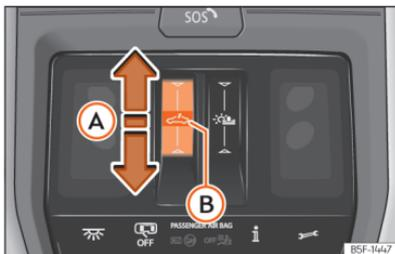

Abb. 86 Im Dachhimmel: Bedienelement für Panorama-Schiebedach.
- » **» [Abb. 86] A** ziehen.
- >>> **[Abb. 86]** **A** ziehen und gedrückt halten bis das Dach vollständig geschlossen ist.